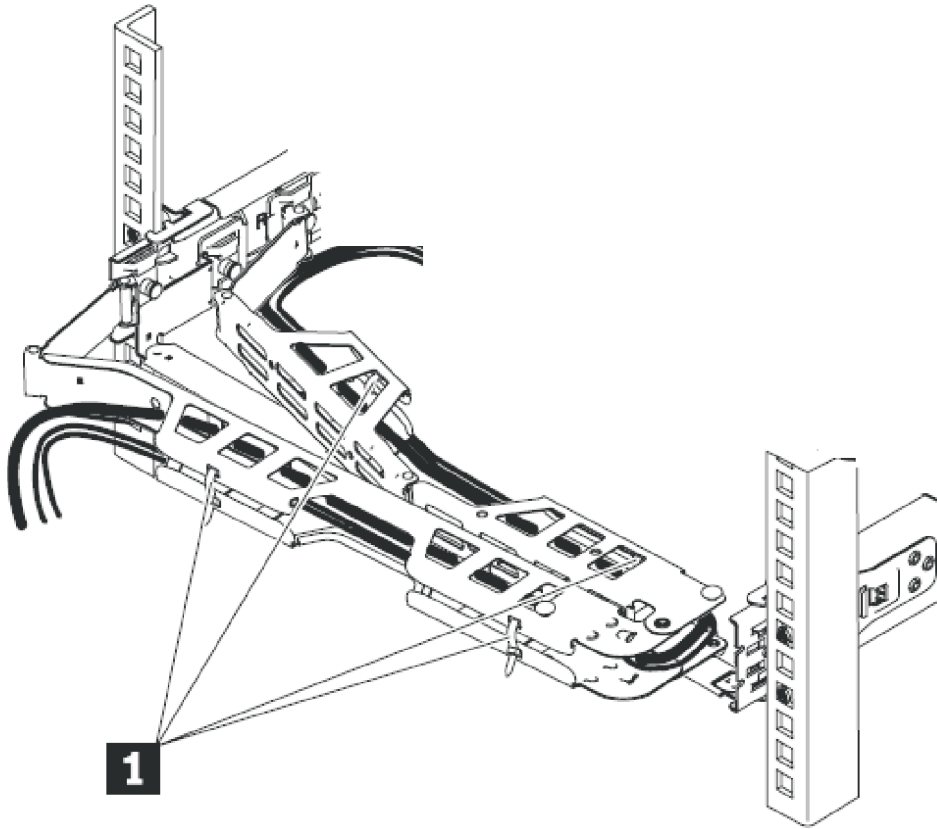

图 29. 连接和布放电缆
- a. 如第 31 页的图 29 中的 **1** 所示，将数据线和电源线布放到电缆管理臂上。